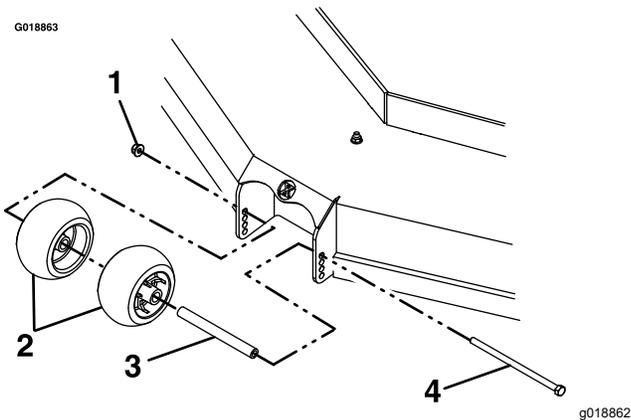

Figura 29
6. Apriete la tuerca nyloc ($\frac{3}{8}$ ") a 41 – 47 N·m (30 – 35 pies-libra), como se muestra en la Figura 29.